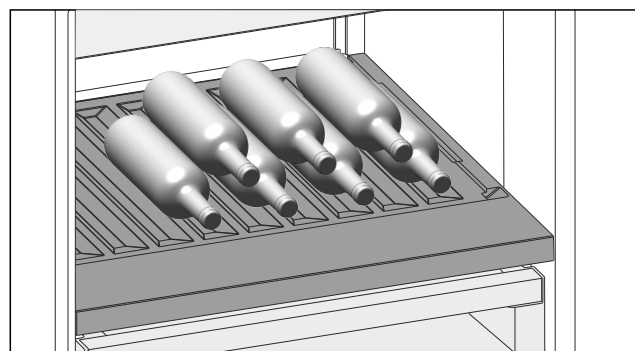

Fig. 130 Beispielhafte Darstellung
- ▶ Flaschen mit dem Boden nach hinten zur Rückwand einlegen. (siehe Fig. 130)